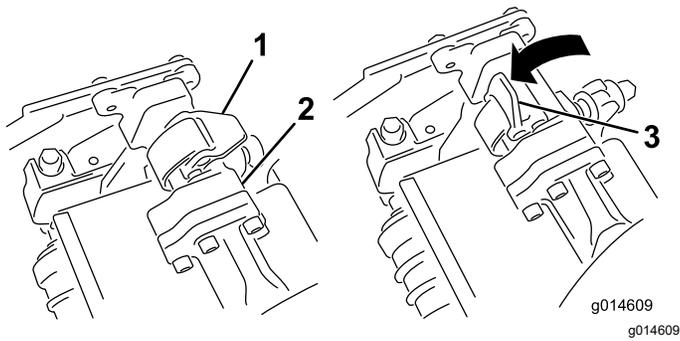
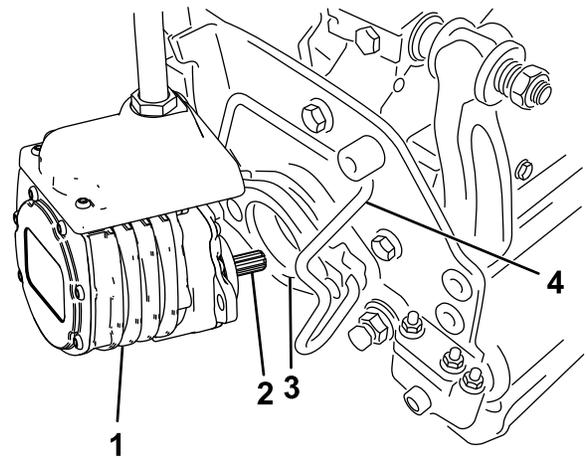

Figura 53
Figura 54
4. Con los enganches del brazo de suspensión orientados hacia arriba (es decir, abiertos) (Figura 53), empuje hacia abajo el brazo de suspensión de modo que la barra encaje en la barra situada en la parte superior de la unidad de corte (Figura 54).
5. Presione los enganches hacia abajo alrededor de la barra de la unidad de corte y bloquéelas (**Figura 53**).
5. Abra los enganches de la barra del brazo de suspensión de la unidad de corte que está retirando (Figura 53).